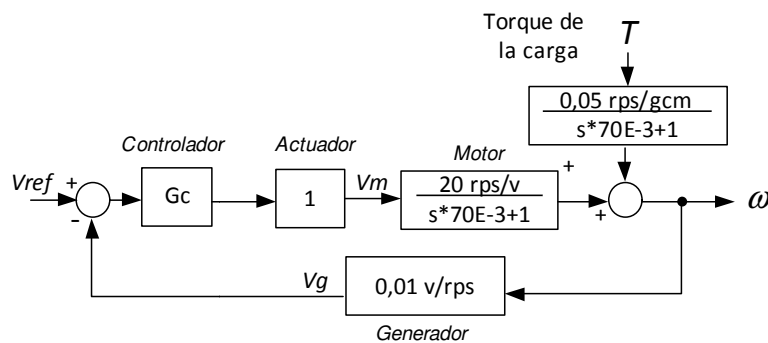

Figura 1: Sistema de control de velocidad
En la Figura 1 se muestra el esquema de un sistema de control de velocidad de un motor de CC de imanes permanentes, empleando como sensor de velocidad otro motor (del mismo tipo) empleado a modo de taco-generador. Se representa la función de transferencia correspondiente al controlador, el modelo simplificado de primer orden del motor de CC (incluyendo las masas y rozamiento del taco-generador como propias) y la función de transferencia del sensor.
* Constate la concordancia con los bloques contenidos en la Figura. 1.
B.2. Suponga que los datos contenidos en la Figura 1, representan con la suficiente fidelidad al sistema que se usará en el laboratorio.